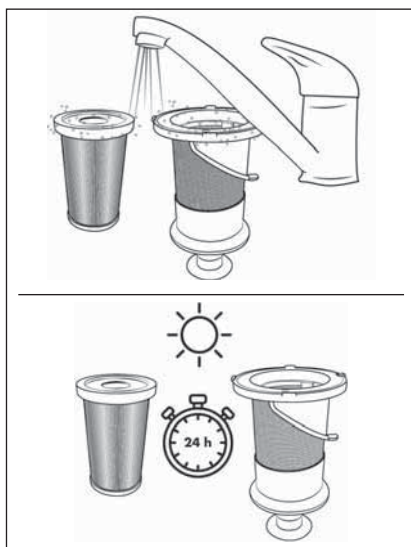

Fig. 25
- 5) Enjuague el filtro EPA **5** y el filtro de acero inoxidable **6** bajo agua fría o templada. Deje que el filtro EPA **5** y el filtro de acero inoxidable **6** se sequen completamente antes de volver a montarlos en el depósito de suciedad **7** (consulte la fig. 25).